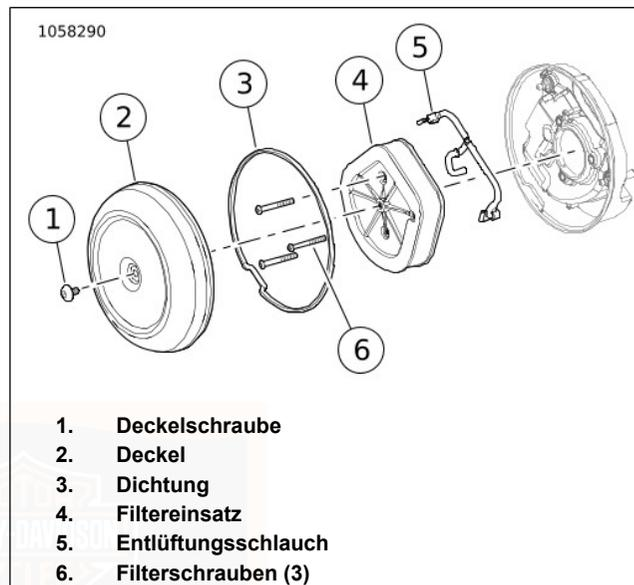
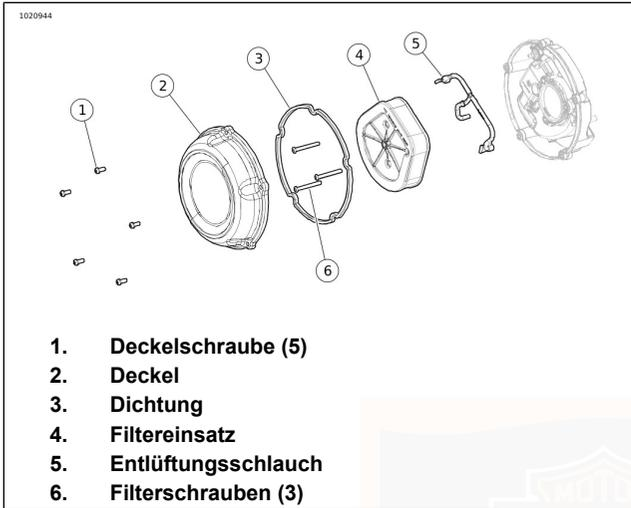

Abbildung 70. Luftfilter: Einzelne Schraube
Abbildung 71. Luftfilter: Fünf Schrauben
1. Siehe Abbildung 70 oder Abbildung 71. Die Luftfilterabdeckung entfernen.
- a. Die Schrauben (1) entfernen.
- b. Den Deckel (2) entfernen.
- a. Die Schrauben (6) entfernen.
- b. Filtereinsatz (4) entfernen und dabei den Entlüftungsschlauch (5) aus dem Filtereinsatz ziehen.
3. Entlüftungsschlauch (5) von den Entlüftungsschrauben entfernen.
1. Siehe Abbildung 70 oder Abbildung 71. Den Luftfiltereinsatz anbringen.
- a. Den Entlüftungsschlauch (5) auf den Entlüftungsschrauben anbringen.
- b. Filtereinsatz (4) anbringen und dabei den Entlüftungsschlauch in den Filtereinsatz einführen.
- c. Die Schrauben (6) anbringen. Festziehen. 5,4–8,1 N·m (48–72 in-lbs)
2. Sicherstellen, dass die Gummidichtung (3) ordnungsgemäß angebracht und unbeschädigt ist. Bei Bedarf austauschen.
- a. LOCTITE 243 MEDIUM STRENGTH THREADLOCKER AND SEALANT (BLAU) (99642-97) auf die Schraubengewinde (1) auftragen.
- b. Die Abdeckung (2) anbringen.
4. Die Schraube (1) anbringen.
- b. **Abdeckung mit fünf Schrauben:** Die Schrauben (1) anbringen. Sternförmig anziehen. 5,4–8,1 N·m (48–72 in-lbs)